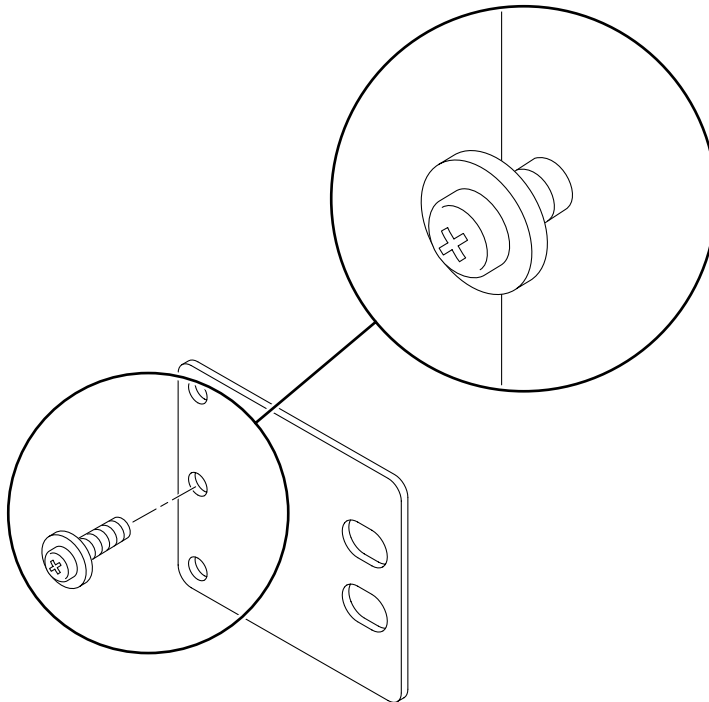

ABBILDUNG 3-27 Montieren einer Schraube an der flachsten Rackposition am Rückenblech
- a. Montieren Sie eine M5 × 10-Kombi-Schraube für jedes Rückenblech lose in eine der drei Positionen des Rückenblechs (ABBILDUNG 3-27).
Die Position variiert abhängig von der Dicke der Schiene im Rack. In ABBILDUNG 3-27 sehen Sie, wo Sie beispielsweise die Schraube für die mittlere Rackposition am Rückenblech montieren müssen.